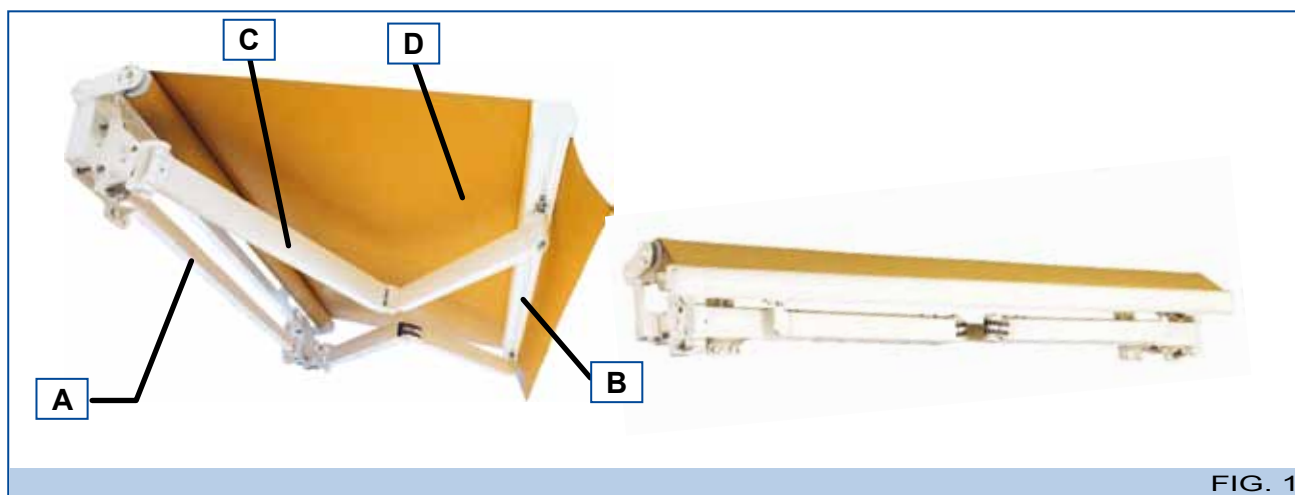

FIG. 1
- **Struttura metallica:** costituisce il telaio portante contenente, all'interno, i vari meccanismi atti al movimento di apertura e chiusura della tenda. Si compone di due barre rettangolari 60x40mm (A - Fig. 1), un profilo terminale (B - Fig. 1), dei bracci estensibili meccanizzati (C - Fig. 1) dotati di doppia catena in acciaio inox ed un tubo avvolgitore.
- **Telo (D - Fig. 1):** svolge la funzione di copertura e protezione propria della tenda.